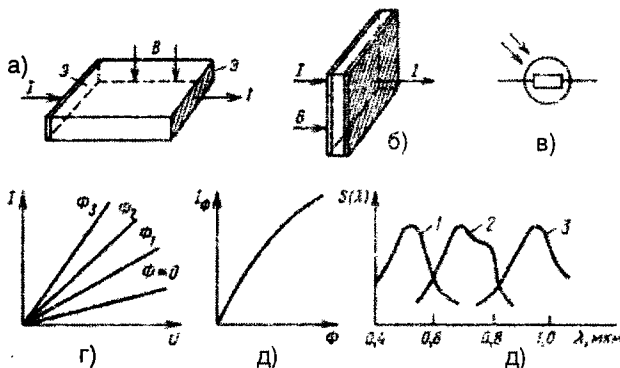

Рис. 10. Конструкция фоторезисторов:
Конструктивно фоторезистор представляет собой пластину полупроводника, на поверхности которой нанесены электропроводные электроды. Принципиально возможны две конструкции фоторезисторов: поперечная (рис. 10а) и продольная (рис. 10б).
В качестве исходного материала фоторезистора чаще всего используются сернистый таллий, селенистый теллур, сернистый висмут, сернистый свинец, теллуристый свинец, сернистый кадмий и т. д. Условное обозначение фоторезистора приведено на рис. 10в.
го к его выводам, при различных значениях светового потока Φ (рис. 10г). Ток при $\Phi = 0$ называется темновым током I_T , при $\Phi > 0$ – общим током $I_{общ}$. Разность этих токов равна фототоку:
2. Энергетическая характеристика – это зависимость фототока (фоторезистора) от светового потока при $U = const$ (рис. 10д). В области малых Φ она линейная, а при увеличении Φ рост фототока замедляется из-за возрастания вероятности рекомбинаций носителей заряда через ловушки и уменьшения их времени жизни. Энергетическая характеристика иногда называется люкс-амперной. Тогда по оси абсцисс откладывается не световой поток, а освещенность E в люксах.